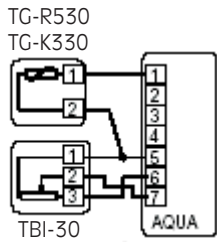

FIG. 2
- FIG. 2: Hauptfühler und externes Sollwertpoti TBI-30